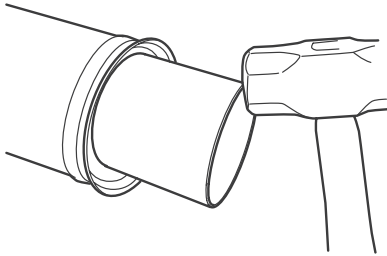

Figura 9.13
2. Si es necesario, instale un nuevo deflector en el eje de acoplamiento. Para evitar daños en el deflector, use una sección de tubo y un martillo de bronce para asentar el deflector. Asegúrese que el deflector está totalmente asentado en el hombro del soporte del rodamiento central. Figura 9.13.